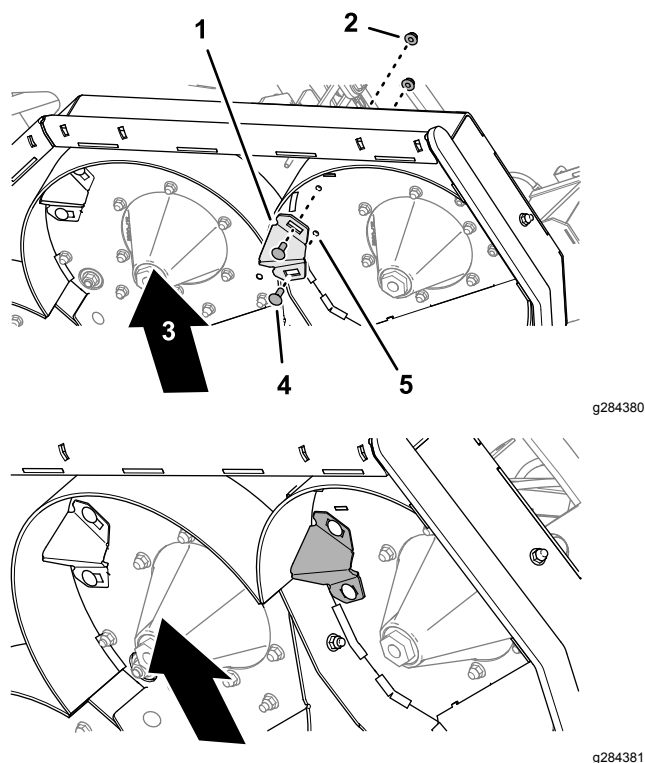

Figura 27
5. Sul lato sinistro del piatto di taglio, allineate le scanalature nel raccordo dell'inserto con i 2 fori da 10 mm che avete praticato nel piatto di taglio (Figura 27).
6. Montate il raccordo dell'inserto sul piatto di taglio (Figura 27) con 2 bulloni a testa tonda ($\frac{3}{8}$ " x 1") e 2 dadi di bloccaggio flangiati ($\frac{3}{8}$ ").